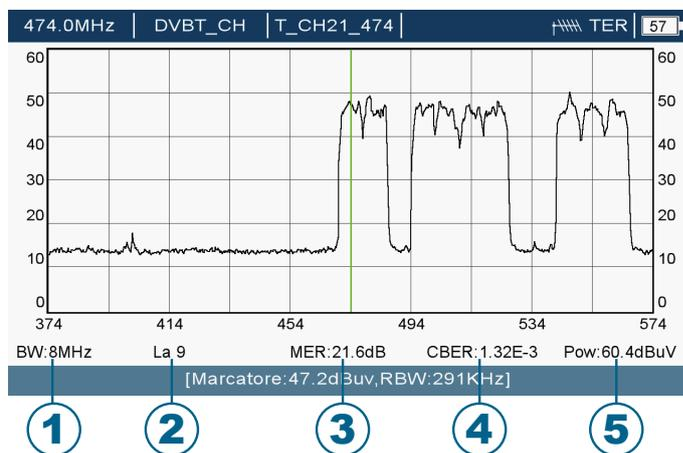

Fig. 10 Spettro segnali digitali terrestri
TER e CAVO (fig. 10): ① Larghezza di banda ② Nome operatore ③ MER ④ CBER ⑤ Potenza.
Il livello visualizzato dal marker è quello rilevato dal filtro di risoluzione selezionato. La misura della potenza visualizzata (vedere punto 5 di fig. 10 a pag. 18) è quella della potenza del canale e non dipende dal filtro di risoluzione selezionato.